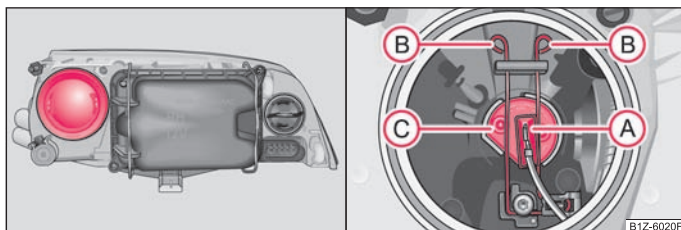

Fig. 150 Capacul de protecție al becului luminii de drum / Demontarea becului luminii de drum
- Scoateți capacul de protecție de pe partea posterioară a farului ⇒ fig. 150 - stânga.